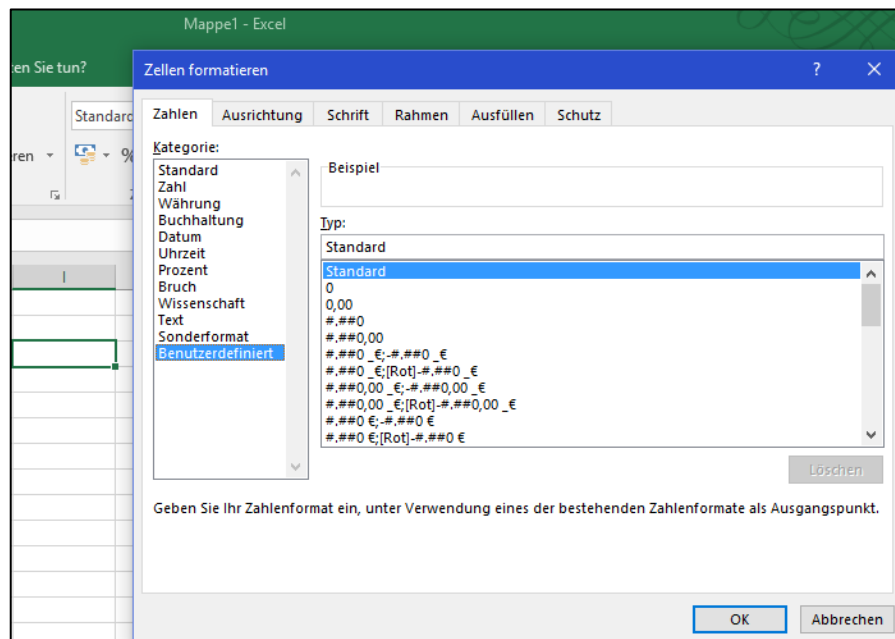

Bild 206: Benutzerdefinierte Zellenformatierung in Microsoft Excel
- ➔ Je nach ausgewähltem Format erscheint neben dem Feld **Format** die entsprechende Notation des Formats. Ist **Benutzerdefiniert** ausgewählt, kann das Format frei festgelegt werden (siehe Bild 206).